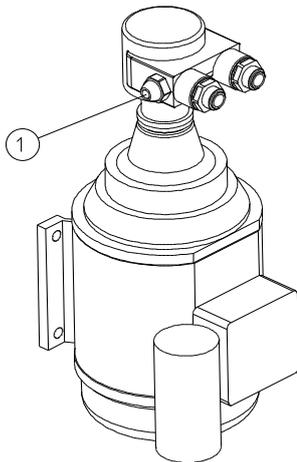

Abb. F-3: Pumpe
2. Mit dem Einstellventil Betriebsdruck (siehe Abb. F-3, Pos 1) die Pumpe so eindrosseln, dass die Anlagen spezifische Permeatfluss 125 l/h erreicht wird.